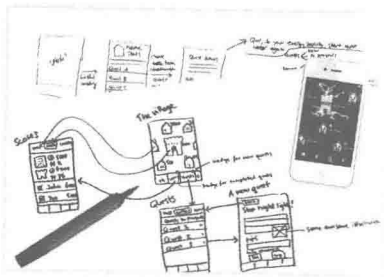

图 1-12 苹果界面交互设计草图
- **交互设计:** 草图是将设计快速原型化的有效工具(如图1-12所示)。